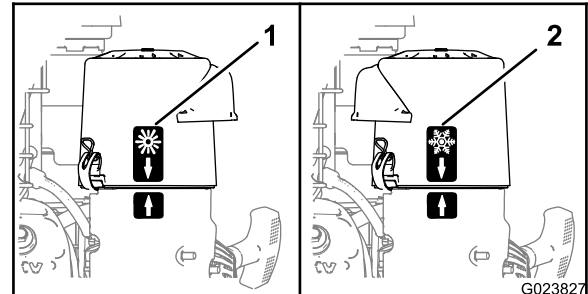

Figura 8
- Para trabajar en **condiciones de aire ambiente frío** (aire frío y humedad), posicione la tapa del limpiador de aire con la pegatina del copo de nieve hacia fuera (Figura 8).
- Para trabajar en **condiciones de aire ambiente normal**, posicione la tapa del limpiador de aire con la pegatina del sol hacia fuera (Figura 8).